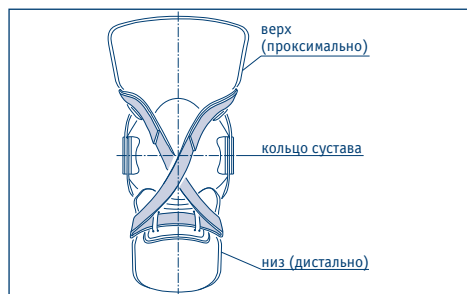

Рис. 4: Задний выдвигающий ящик
- Перегните перекрестный ремень под углом в 180° и протяните его в петлю прокладки. После протягивания через закрепляющую петлю на дистальном (нижнем) коленном кольце направьте ремень крестообразно проксимально (вверх) и закрепите его там (Рис. 4).